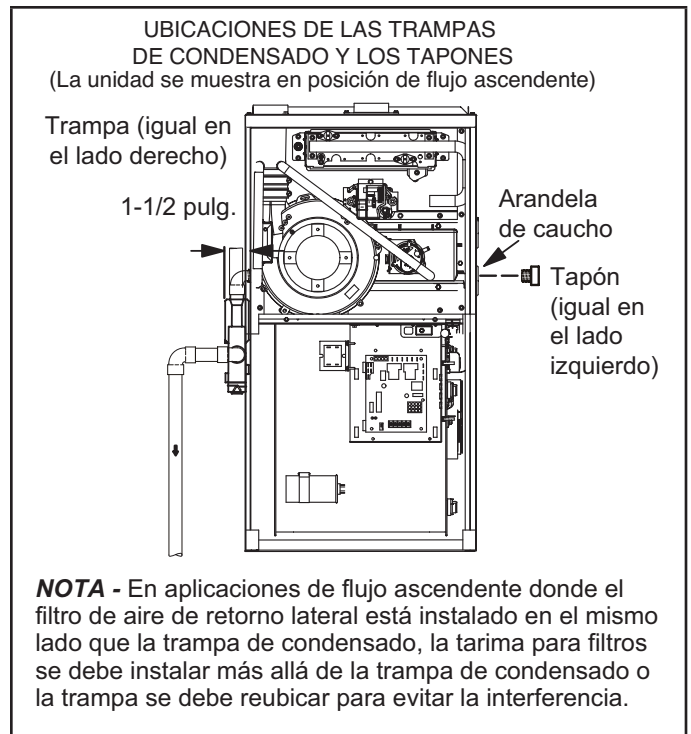
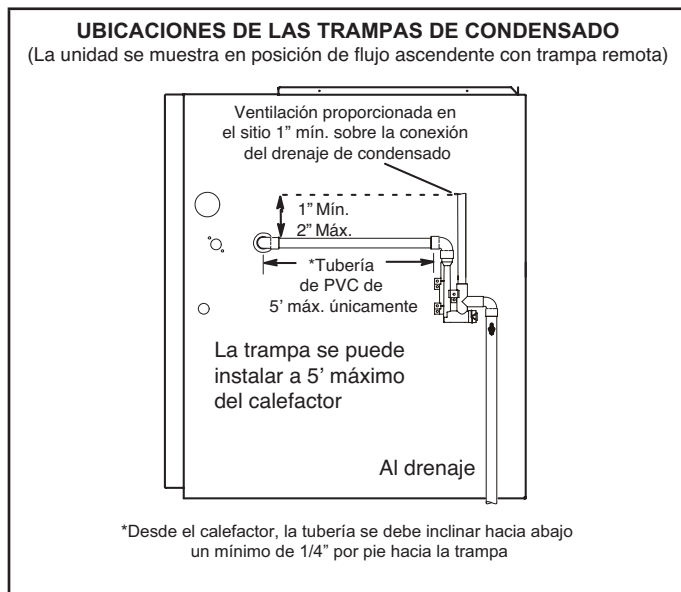
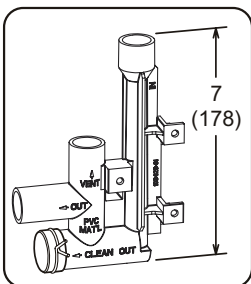

FIGURA 46
FIGURA 48
FIGURA 54
Esta unidad está diseñada para salida de la tubería de condensado a la derecha o a la izquierda en aplicaciones de flujo ascendente. En aplicaciones horizontales, la trampa de condensado se debe extender debajo de la unidad. Se requiere un espaciamiento de servicio de 8" para la trampa de condensado. Consultar la "FIGURA 46" y la "FIGURA 48" para las ubicaciones de las trampas de condensado. La "FIGURA 54" muestra el ensamble de trampa usando PVC de 1/2" o PVC de 3/4".
- 2 - Use un destornillador grande de punta plana o una extensión de la boquilla de accionamiento de 1/2" y retire el tapón ("FIGURA 46") de la caja del cabezal del extremo frío en la ubicación apropiada en el costado de la unidad. Instale el accesorio del codo macho hembra de 3/4 NPT en la caja del cabezal del extremo frío. Use cinta de Teflón o un recubrimiento para tuberías apropiado.
- 3 - Instale la tapa sobre la abertura de limpieza en la base de la trampa. Sujétela con una abrazadera. Ver "FIGURA 54".
- 4 - Instale la trampa de drenaje con los accesorios de PVC apropiados y aplique pegamento a todas las uniones. Aplique pegamento a la trampa de drenaje proporcionada como se muestra en la "FIGURA 54". Dirija la línea de condensado a un drenaje abierto. La línea de condensado debe mantener una inclinación hacia abajo de 1/4" desde el calefactor al drenaje.